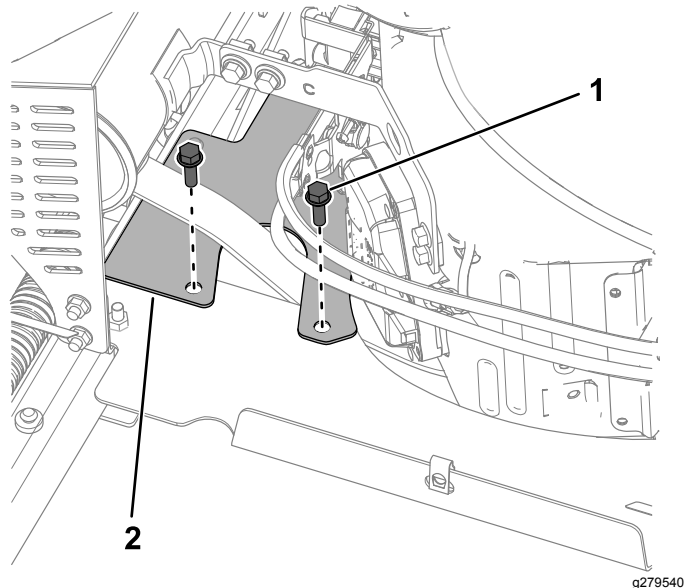

Figure 3
1. Retirez les 2 boulons (5/16" x 1") et le protège-courroie (Figure 3).